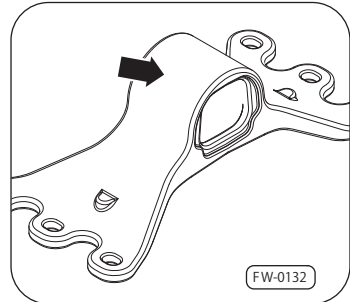

図30 マウンティング・ブラケット（ベアリング・ブロック）の洗浄
- 洗浄剤を使用せずにマウンティング・ブラケット（ベアリング・ブロック）をドライクリーニングして下さい。図30参照
4. 図30の矢印1のマウンティング・ブラケット（ベアリング・ブロック）を（洗剤を使わないで）ドライクリーニングして下さい。